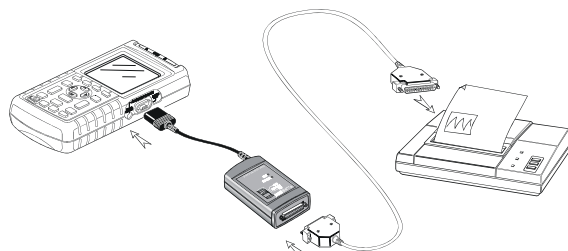

图 7-2. 连接并行打印机
- 打印转接线（**PAC91**，选件），将并行打印机连接到测试仪的 **OPTICAL PORT**（光学端口）。见图 7-2。